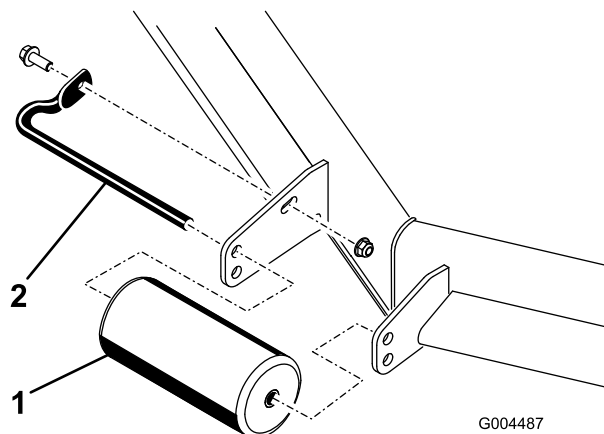
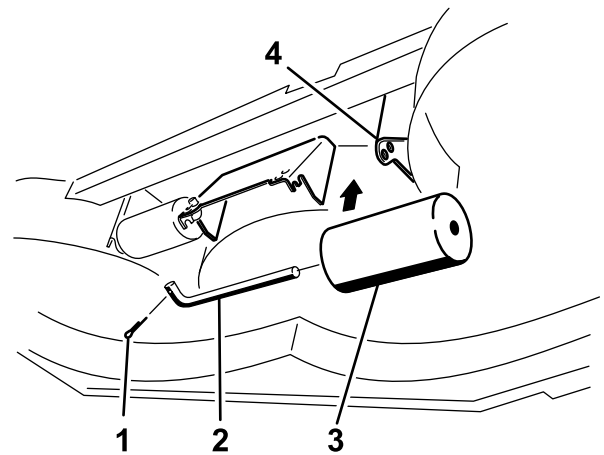

図 20
図 24
- デッキからローラをはずして希望する高さに付け直す；図 20~図 24のうち、該当するものを参照。